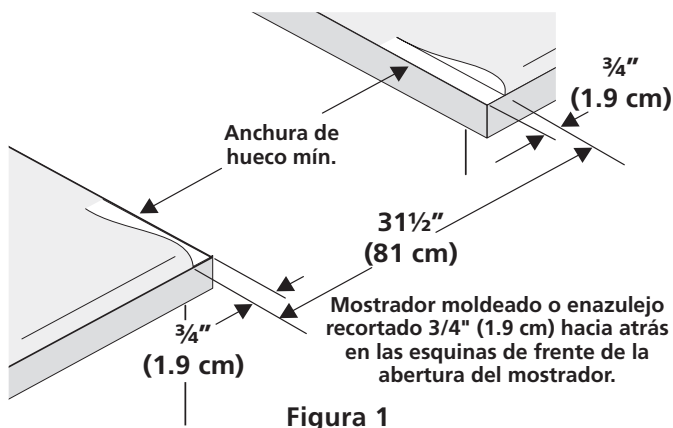

Figura 1
- **El reborde de frente de mostradores moldeados** deben tener bordes moldeados a 3/4" (1.9cm) a partir de cada extremidad de la apertura (Figura 1).
- **Los mostradores enazulejos** deberán necesitar un recorte de 3/4" (1.9 cm) a partir de cada extremidad y/o un borde redondeado aplanado (Figura 1).